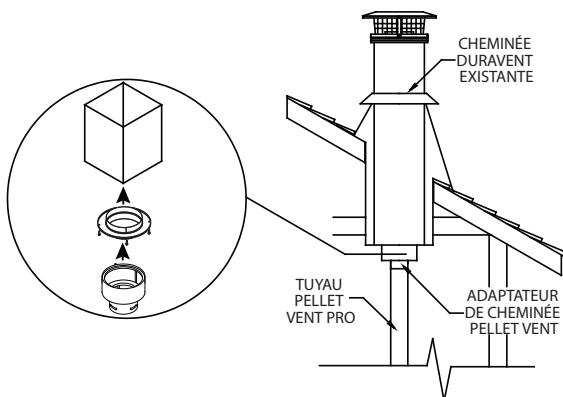

Figure 17
6. Si vous désirez vous raccorder à une cheminée existante DuraTech, DuraPlus ou DuraPlus HTC de 15,2 cm (6 po) ou 20,3 cm (8 po) supportée par le toit ou par un plafond (**Figure 17**) :